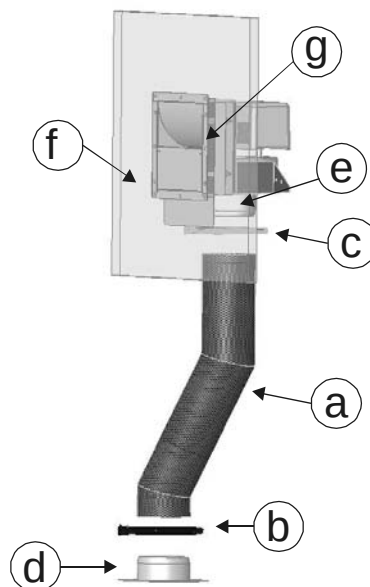

Abbildung 1– Rohranschluss
Versichern Sie sich vor dem Einbau des BAUSATZES COMFORT AIR für natürliche Lüftung oder Zwangslüftung, dass das Material folgendermaßen bereitgestellt ist (Abb. 1):
1. **Bei natürlicher Lüftung:** die flexiblen Rohre (a) und die Flansche (d) $\varnothing 150$, mit den Anschlüssen am oberen Teil des Kompakt-Heizkamins verbinden (Abb. 1).